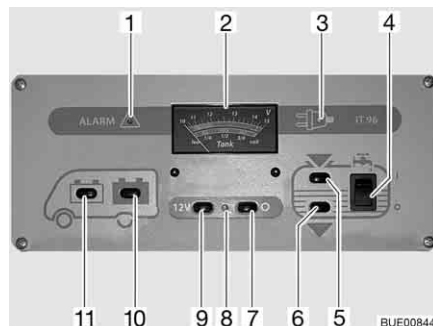

Fig. 135 Panneau de contrôle IT 96-2
L'interrupteur principal 12 V (Fig. 135,7 et 9) établit ou coupe le panneau de contrôle et l'alimentation 12 V de la cellule.
*Mise en marche :* ■ Appuyer sur le commutateur (Fig. 135,9) "12 V" : L'alimentation 12 V de la cellule est assurée. Le voyant de contrôle (Fig. 135,8) s'allume en vert.
*Mise hors service :* ■ Appuyer sur le commutateur (Fig. 135,7) "O" : L'alimentation 12 V de la cellule est coupée. Le voyant de contrôle (Fig. 135,8) s'éteint.
Observer sur l'indicateur de charge/de niveau de réservoir (Fig. 135,2), la graduation supérieure. L'indicateur s'éclaire automatiquement dès qu'un commutateur est actionné.
- Appuyer sur le commutateur (Fig. 135,11) "🔋" : La tension de la batterie de démarrage est affichée.
- Appuyer sur le commutateur (Fig. 135,10) "🔋" : La tension de la batterie de cellule est affichée.
Observer sur l'indicateur de charge/de niveau de réservoir (Fig. 135,2) la graduation inférieure. L'indicateur s'éclaire automatiquement dès qu'un commutateur est actionné.
- Appuyer sur le commutateur (Fig. 135,5)  : Le niveau du réservoir d'eau est affiché.
- Appuyer sur le commutateur (Fig. 135,6)  : Le niveau du réservoir d'eaux usées est affiché.
*Mise en marche :* ■ Commutateur à bascule (Fig. 135,4) vers le haut "I" : L'alimentation en eau est activée.
*Mise hors service :* ■ Commutateur à bascule (Fig. 135,4) vers le bas "O" : L'alimentation en eau est désactivée.
Le voyant d'alerte rouge "ALARM" (alarme) (Fig. 135,1) clignote dès que la charge de la batterie de cellule descend en dessous de 11 V (mesurée en marche) et qu'il y a risque de décharge profonde des batteries.
Le voyant de contrôle 12 V (Fig. 135,8) s'allume dès que l'interrupteur principal 12 V (Fig. 135,9) est enclenché.
Le voyant de contrôle jaune 230 V (Fig. 135,3) s'allume si l'arrivée du bloc électrique est sous tension de réseau.